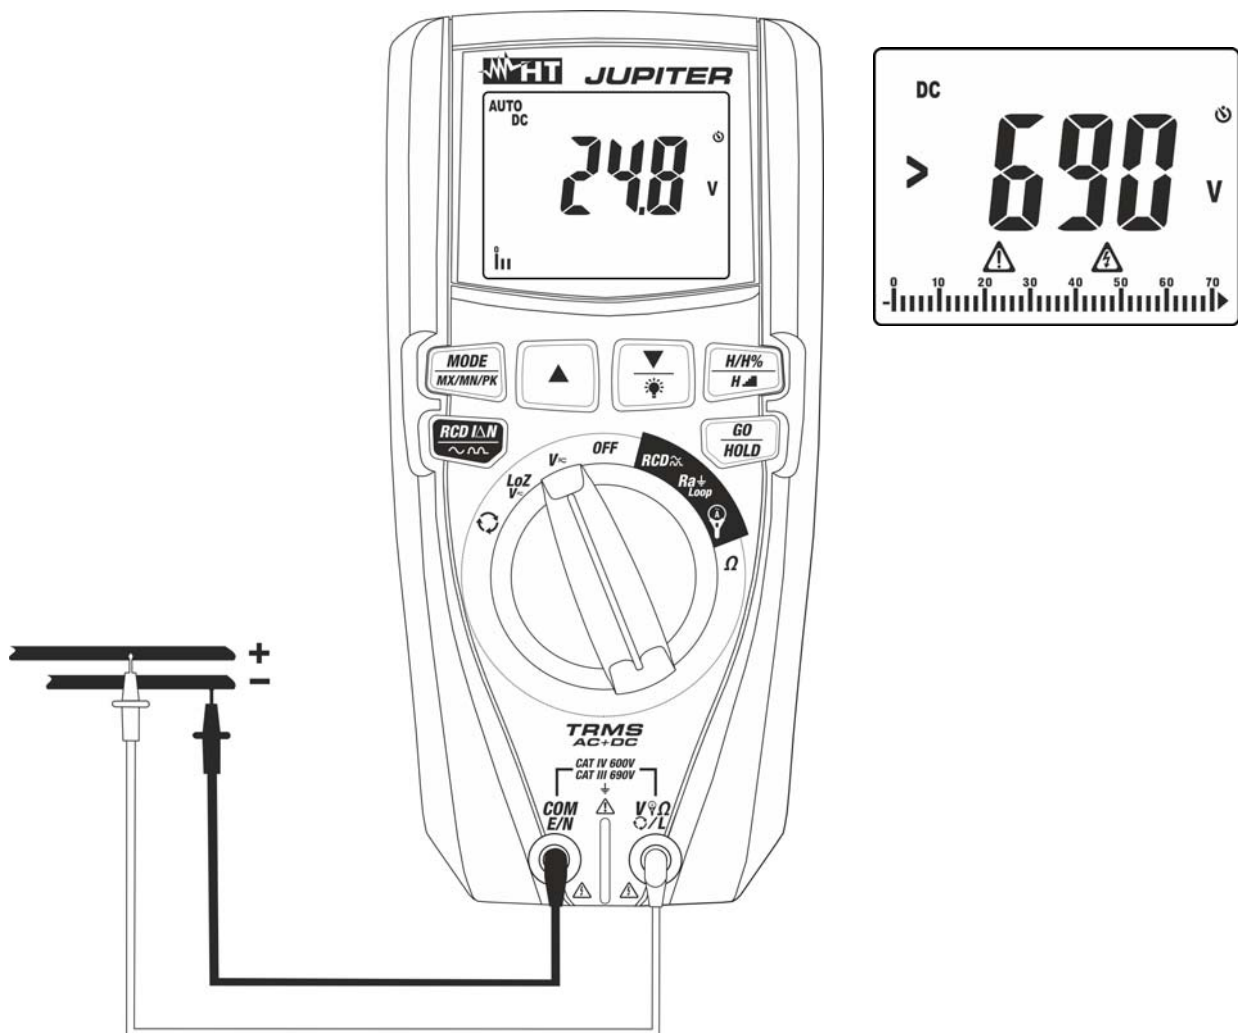
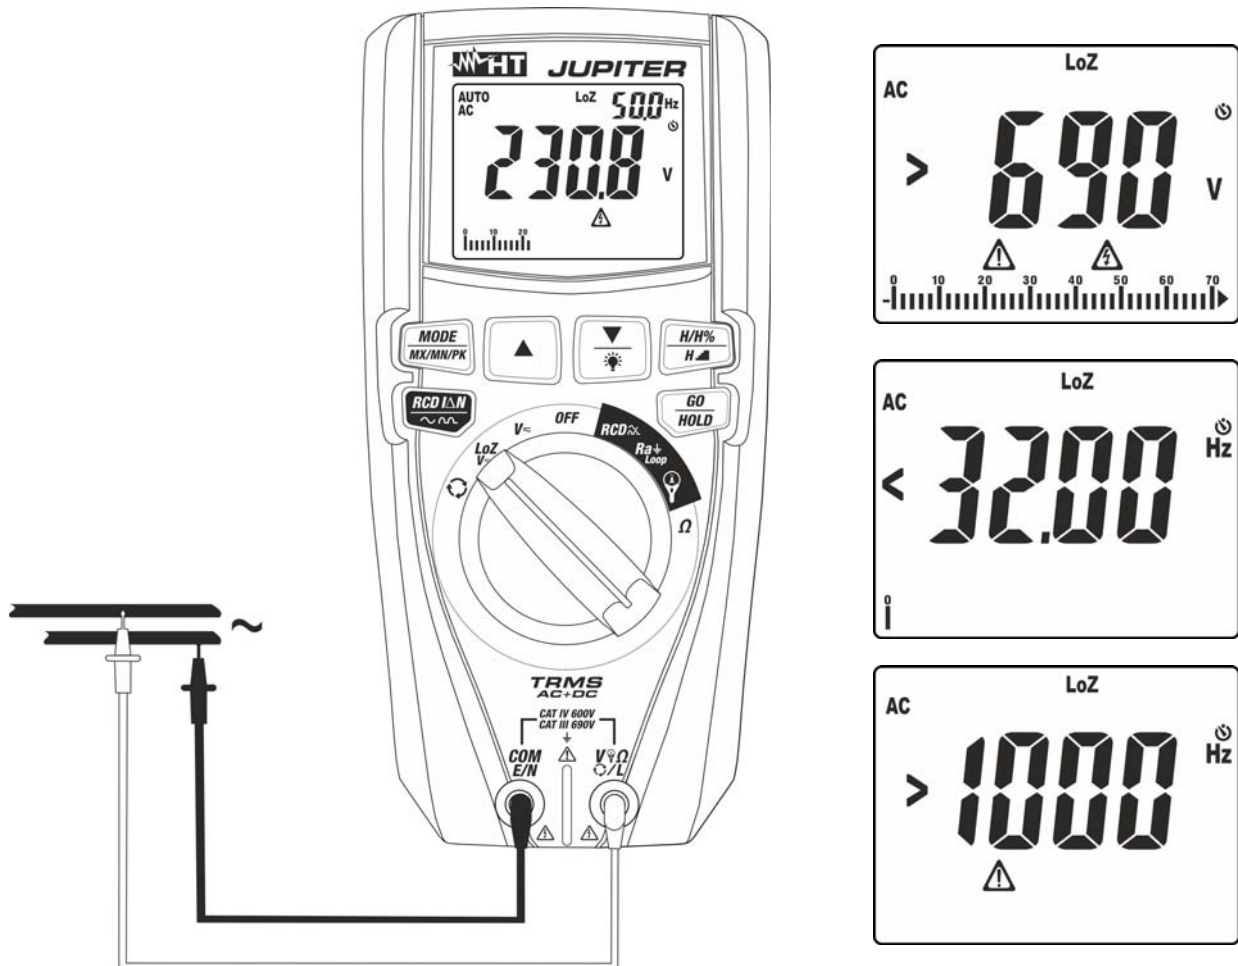

Fig. 8: Uso dello strumento per misura di Tensione DC
Fig. 10: Uso dello strumento per misura di Tensione AC/DC con funzione LoZ
3. Posizionare il puntale rosso ed il puntale nero rispettivamente nei punti a potenziale positivo e negativo del circuito in esame (vedere Fig. 8). Il valore della tensione è mostrato a display
4. Se sul display è visualizzato il messaggio ">690V" (vedere Fig. 8) si è raggiunto il fondo scala dello strumento
5. La visualizzazione del simbolo "-" sul display dello strumento indica che la tensione ha verso opposto rispetto alla connessione di Fig. 8.
4. Posizionare il puntale rosso ed il puntale nero rispettivamente nei punti del circuito in esame (vedere Fig. 10) per misura di tensione AC oppure nei punti a potenziale positivo e negativo del circuito in esame (vedere Fig. 8) per misura di tensione DC. Il valore della tensione è mostrato a display. Nella parte alta destra del display è mostrato il valore della frequenza della tensione. Premere il tasto **MODE/MX/MNPK** per visualizzare il valore della frequenza con maggior risoluzione
5. Se sul display sono visualizzati i messaggi "<32Hz" o ">1000Hz" (vedere Fig. 10) il valore della frequenza è esterno all'intervallo di misura **32Hz ÷ 1000Hz**
6. La visualizzazione del simbolo "-" sul display dello strumento indica che la tensione ha verso opposto rispetto alla connessione di Fig. 8